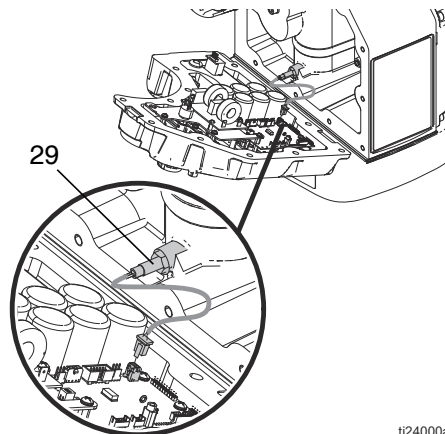

FIG. 20 : Fil du capteur de position de la course
- Fil du capteur de position de la course (29). Consulter FIG. 20, page 21.